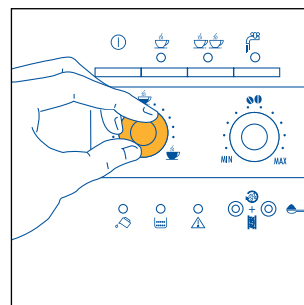

Fig.8
- 3) Draai aan de linkerknop (fig. 8) om de hoeveelheid koffie te regelen. Hoe verder in wijzerzin wordt gedraaid, hoe meer koffie wordt afgegeven. Wanneer het koffiezetapparaat nieuw is, moeten meerdere kopjes koffie worden gezet vooraleer de juiste stand van de knop wordt gevonden om koffie met de gewenste smaak te bekomen.